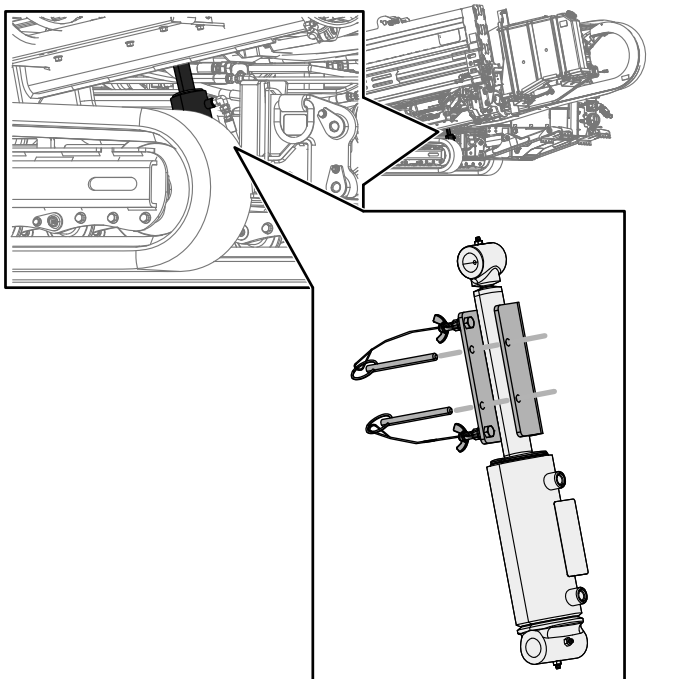

Bild 75
4. Positionieren Sie das Zylinderschloss über der Zylinderstange (Bild 75).
5. Befestigen Sie das Zylinderschloss mit dem Splint und dem Lastösenbolzen (Bild 75).